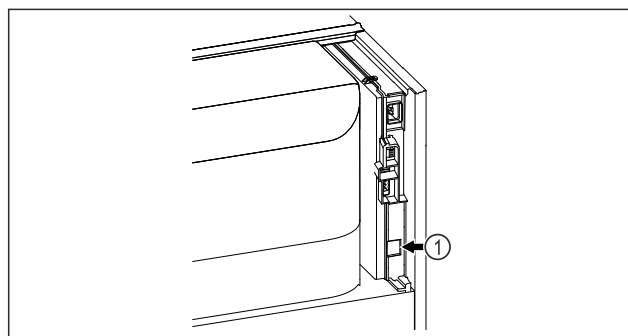

Fig. 60
- ☐ Le SmartModule Fig. 60 (1) est installé.